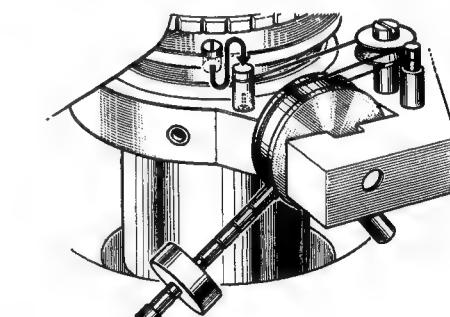

Fig. 21
- ① Faire coulisser le poids de l'anti-skating jusqu'à obtenir la valeur correspondante à la force d'appui.
- ② Faire passer le fil de l'anti-skating comme indiqué ci-dessous.
- ③ Lorsque le dispositif anti-skating ne fonctionne pas (lorsque, par exemple, on règle la pointe), placer le petit couvercle sur la broche qui se trouve à la base du lève-bras, comme indiqué Fig. 21.
- ③ Bei Nichtbenutzung der Antiskating-Vorrichtung (z. B. zur Einstellung der Auflagekraft) die Kappe des Zugseils auf den Stift der Höhenverstellung stecken, wie Fig. 21 zeigt.
- När anti-skatingmekanismen inte används (när Du justerar nältrycket etc.); placera den lilla hatten på armlyftarens sockelsprint, så som visas på bild 21.